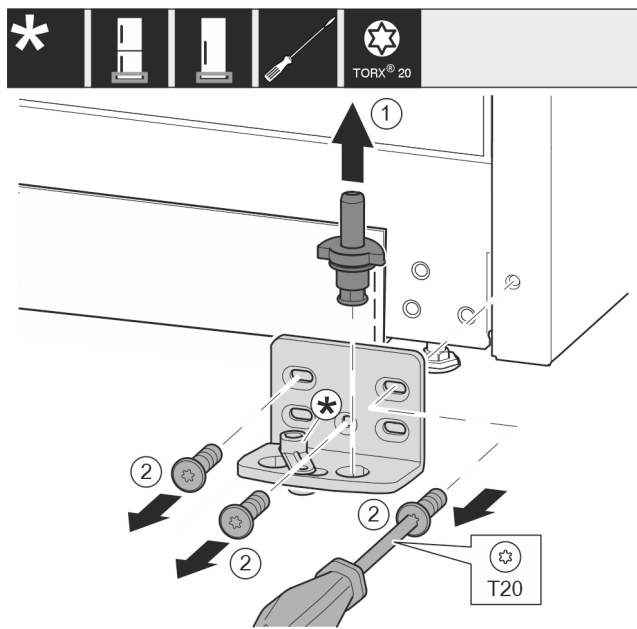

Fig. 12
- ▶ Pilnīgi izvelciet ārā uz augšu gultņa tapu Fig. 12 (1).
- ▶ Ar skrūvgriezi izskrūvējiet skrūves Fig. 12 (2) un noņemiet gultņa balstu.